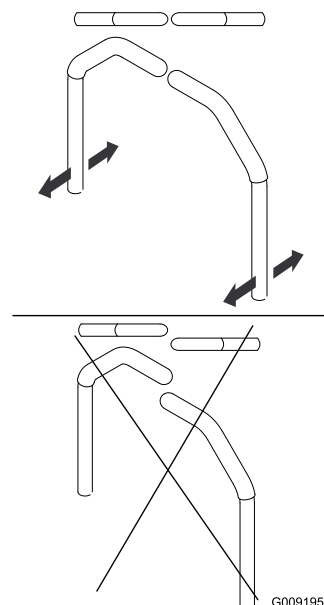

Figure 86
4. Réglez l'alignement avant/arrière des leviers en les plaçant tous deux à la position **POINT MORT**, puis faites-les coulisser jusqu'à ce qu'ils soient alignés, et serrez les boulons (**Figure 86**).